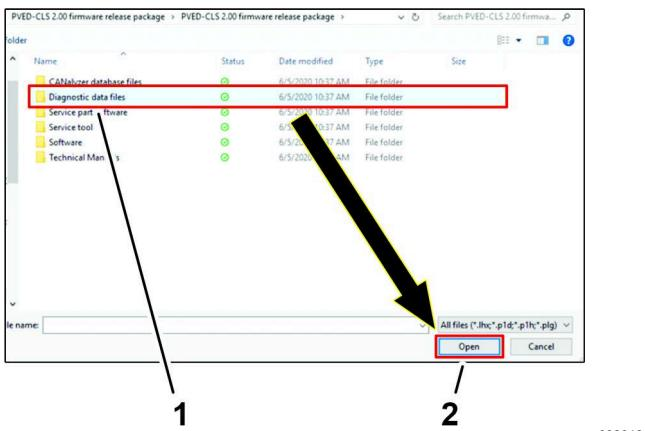

Figura 56
4. Haga clic en la carpeta Diagnostic data files, y haga clic en el ícono OPEN (Abrir) (Figura 56).